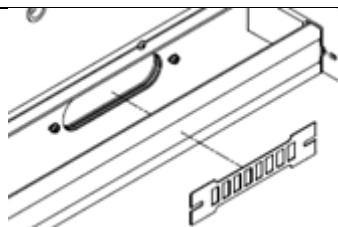

Figure 42
7. Il est possible d'installer une grille de sécurité supplémentaire sur l'évacuation des haricots. Pour ce faire, desserrez les deux vis M5 situées aux extrémités du trou et insérez les extrémités de la grille en fourche jusqu'à la butée dans l'une des vis, puis ressortez vers l'autre (fig. 42).
<p>Rysunek 42 B</p>